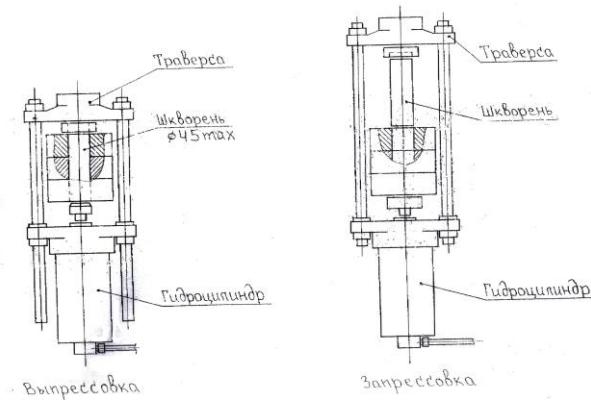

Рис.1
- 4.1 Съемник в сборе состоит: гидроцилиндра, стоек, траверсы, гаек, контргаек, подводящего штуцера с шариковым клапаном, ручного плунжерного насоса рис.1